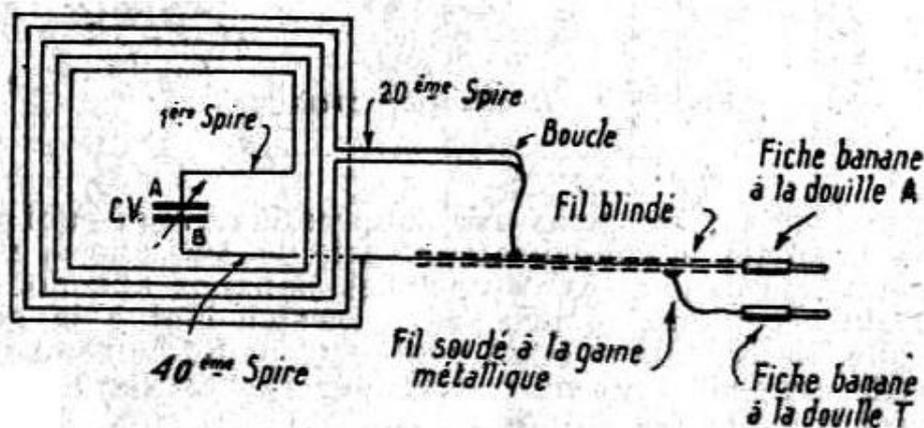

FIG. 87. — Caractéristiques techniques
**Caractéristiques techniques.** — Prenez un petit condensateur variable de 500 pF au mica (**fig. 87**). A l'une de ses bornes A, souder un fil de 3 à 4 dixièmes de millimètre environ, extrémité préalablement grattée. Enroulez 20 spires de fils, sortez une prise, revenez et enroulez à nouveau 20 spires ; la dernière spire sera soudée à l'autre borne B du condensateur variable.